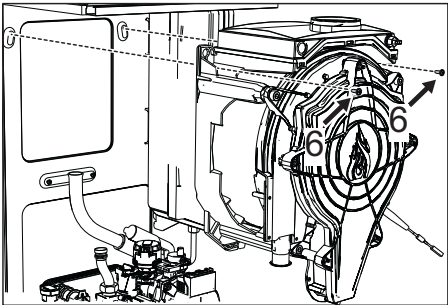

fig. 50
- Scoateți cele 2 șuruburi **de sus "6"** care fixează schimbătorul de căldură de șasiu (fig. 50)